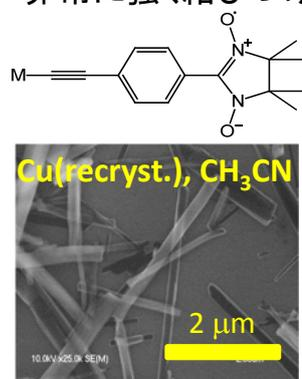

図1 磁性有機化合物の銅アセチリドによるナノワイヤーと磁化率
- ▶ エチニル基を導入した有機磁性分子の銅(I)錯体を合成し、再結晶化することで、磁性を有するナノワイヤー(図1)を作製しました。ナノワイヤー状でも磁性を維持していることが明らかになりました。また、銀(I)錯体の場合は、ナノ粒子も一部副生しました。